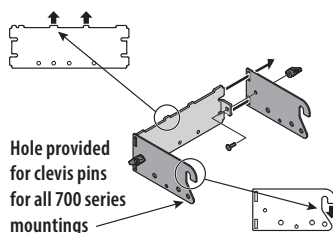

Figura 3
1. Sujete los dos soportes laterales de enganche a la ménsula de soporte trasera (conjunto de soporte de enganche del tractor 689-00304A) utilizando los dos pernos de carro (710-0276) y las perillas de aleta (720-04122) del paquete de herrajes 689-02364. Consulte la Figura 3.
NOTA: Los ganchos de los soportes laterales deben apuntar hacia abajo y las lengüetas de la ménsula de soporte trasera hacia arriba como se muestra en la Figura 3.